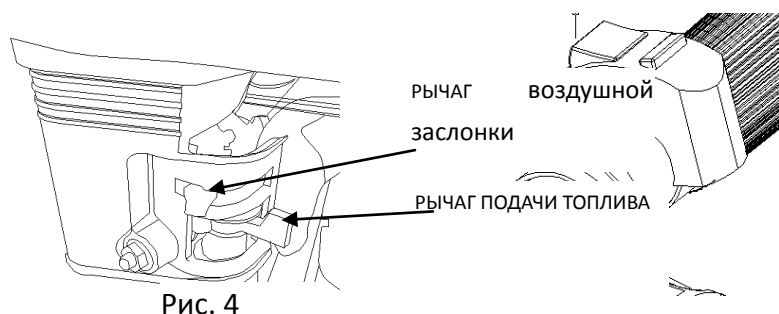

Рис. 4
### ЗАПУСК ДВИГАТЕЛЯ открыть топливный кран (рис.4)
- 1) Перекройте рычаг воздушной заслонки (см. рисунок 4);